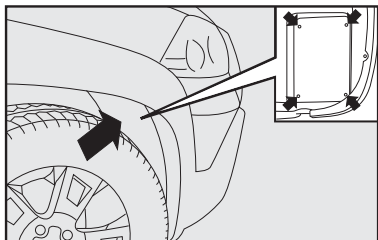

fig. 28
1) retirar a tampa de inspeção dos faróis de longo alcance, localizada no interior do vão da roda **fig. 28**, utilizando uma chave phillips nos parafusos indicados no detalhe **fig. 28**.